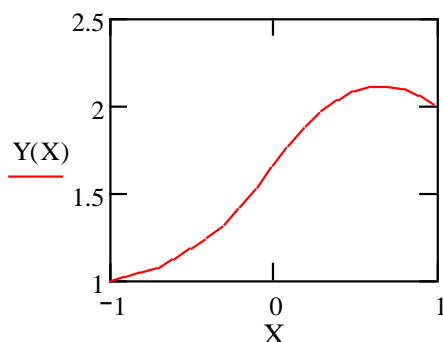

Рис. 9.8. Вид искомой функции  $Y$
6. Вывести функцию на диаграмме, получив вид согласно рис. 9.8.